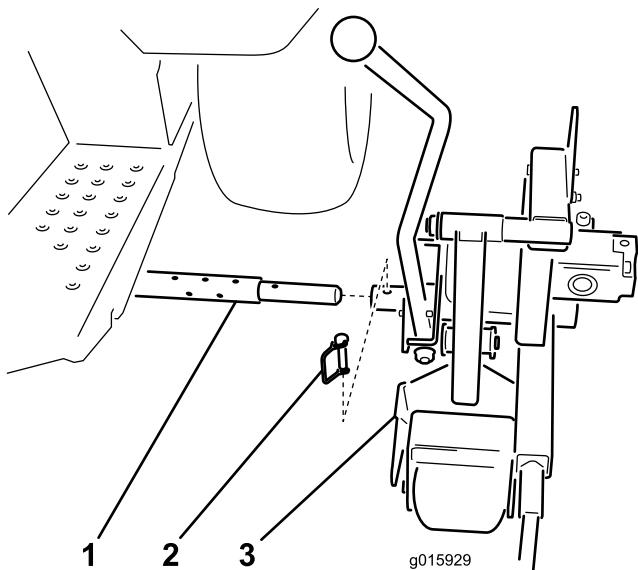

Figura 12
1. Deslide o tubo da articulação da cabeça do cortador para o tubo transversal (Figura 12).
2. Prenda a cabeça do cortador ao tubo transversal com o pino de engate (Figura 12).